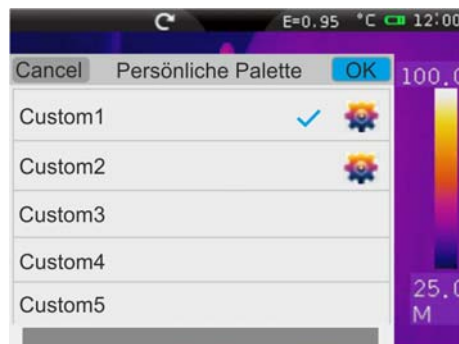

Abb. 50: Neue Anwender-Paletten hinzufügen
6. Berühren Sie **“Hinzufügen”**, um weitere personalisierten Paletten hinzuzufügen (siehe Abb. 50). Zu den zwei Default-Paletten können Sie **max 8 Paletten** hinzufügen. Berühren Sie **“Entfernen”**, um die personalisierten Paletten zu entfernen. Die zwei Default-Paletten können Sie aber nicht entfernen.